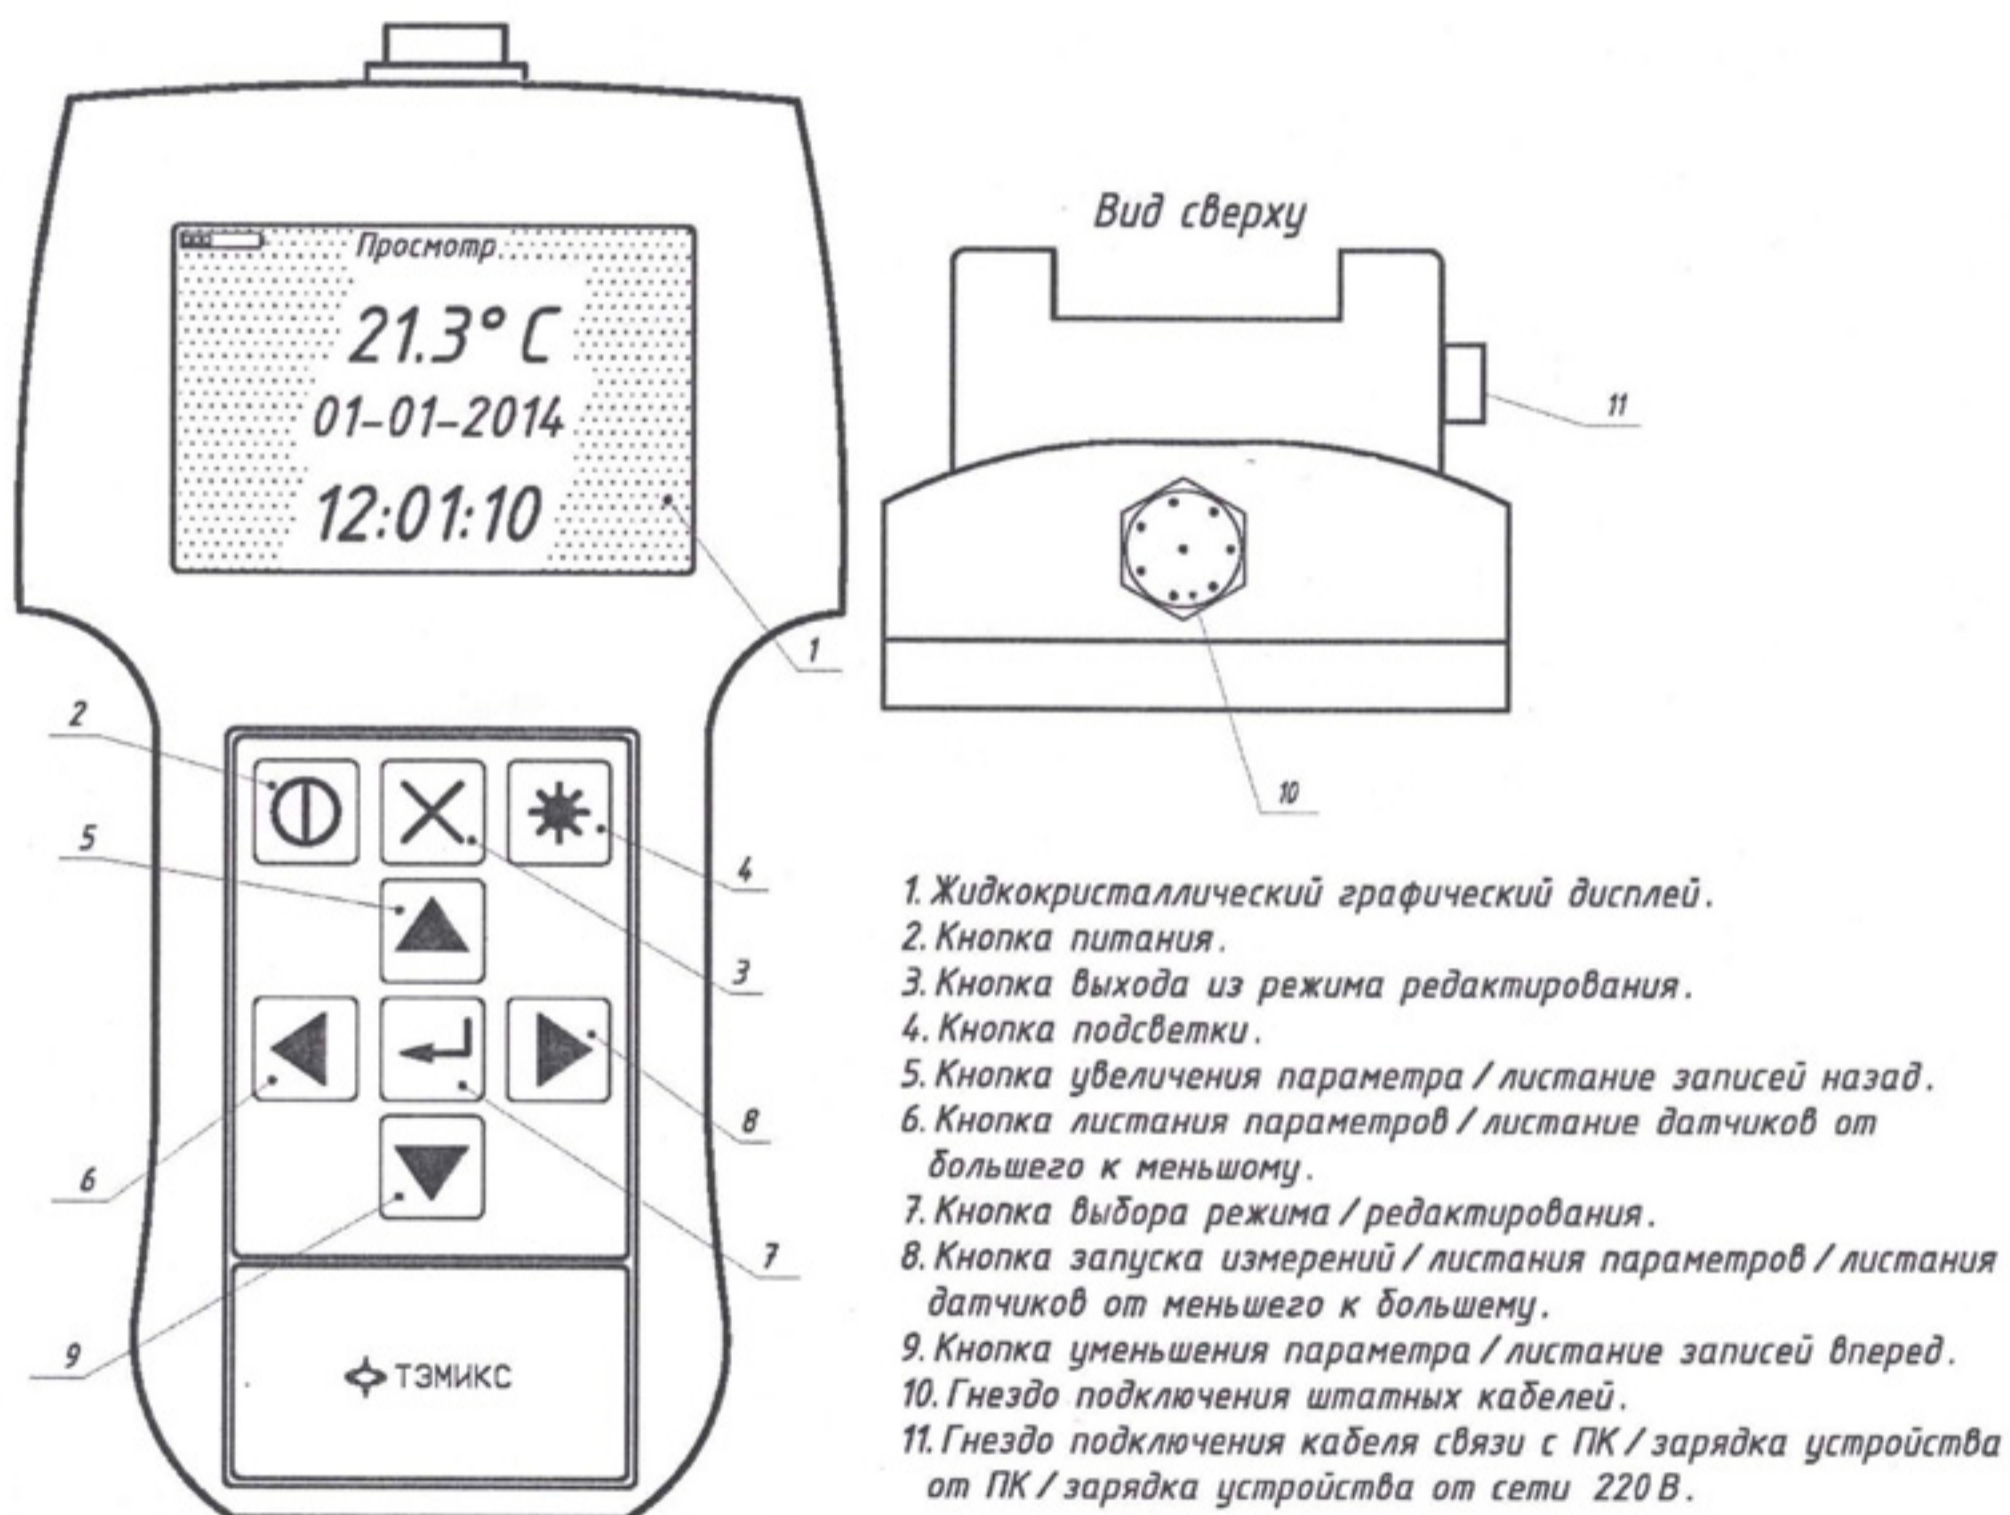

Рисунок 1. Модуль индикации ПИП-2М
Внешний вид прибора представлен на рис. 1.
6.1.1 Подключить соответствующий штатный кабель к гнезду прибора (поз.10 рис.1).
6.5.1 Для зарядки устройства необходимо подключить кабель связи с ПК/зарядки к гнезду прибора (поз. 11, рис.1).